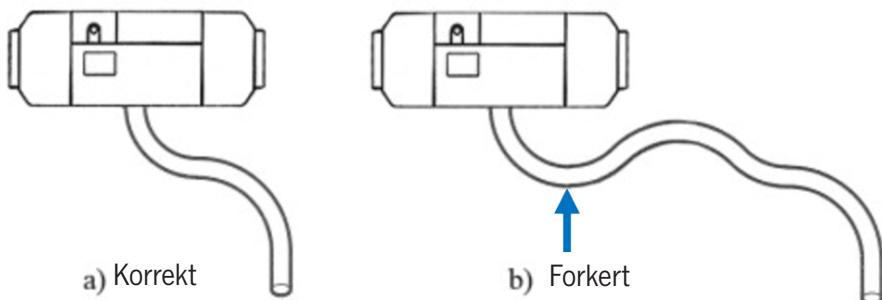

Fig. 26
- Forbrændingsluftindløbsrøret og udstødningsrøret skal monteres i en kontinuerlig nedadgående retning fra varmelegemet for at aflede kondensvand. Fig. 26.